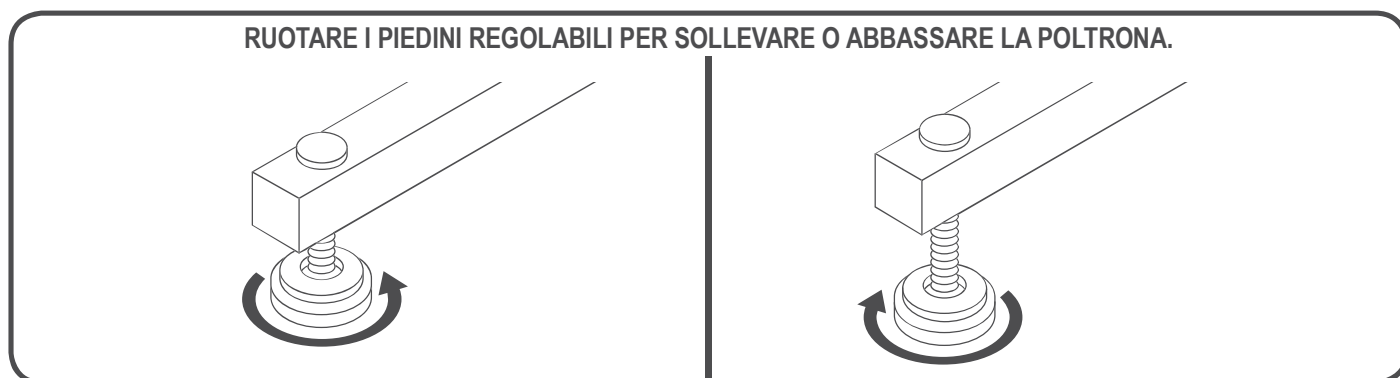

Figure 3.2 Piedini regolabili
**Piedini regolabili:** Ruotare manualmente verso l'alto o verso il basso per stabilizzare la poltrona prima dell'uso (Fig. 3.2).
2. Ruotare i piedini regolabili per stabilizzare la poltrona (**Fig. 3.2**).